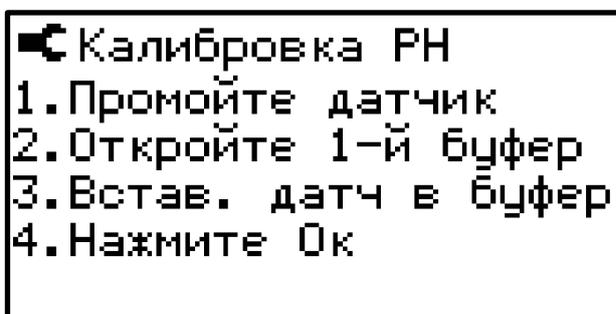

Рисунок 5. Процесс калибровки датчика (1/5).
2. Выполните первые шаги перед калибровкой (Рисунок 5);